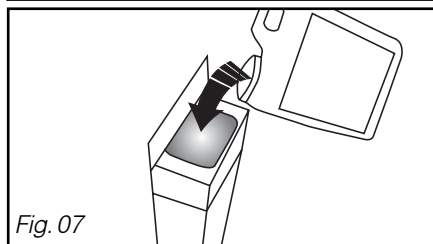

Fig. 07
- Remplissez le réservoir (Fig. 07).